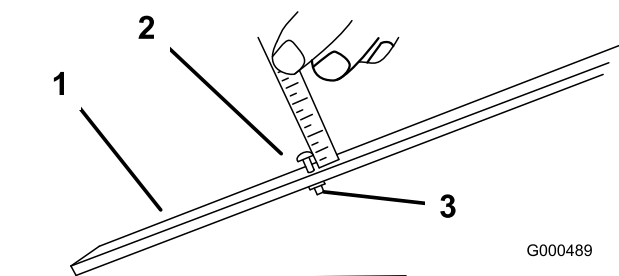

Figure 49
3. Desserrez l'écrou du gabarit (Figure 49) et tournez la vis de réglage de manière à obtenir la hauteur de coupe voulue. L'écartement entre la base de la tête de la vis et la face du gabarit correspond à la hauteur de coupe.